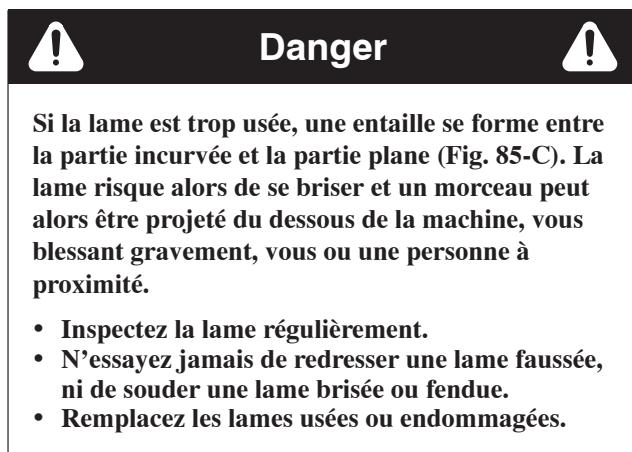

Figure 86
3. Examinez les tranchants de toutes les lames et aiguissez-les s'ils sont émoussés ou ébréchés. N'aiguisez que le haut du tranchant et conservez l'angle de coupe d'origine pour obtenir une coupe nette (Fig. 86). Limez la même quantité de métal sur chacun des deux tranchants pour ne pas déséquilibrer la lame.